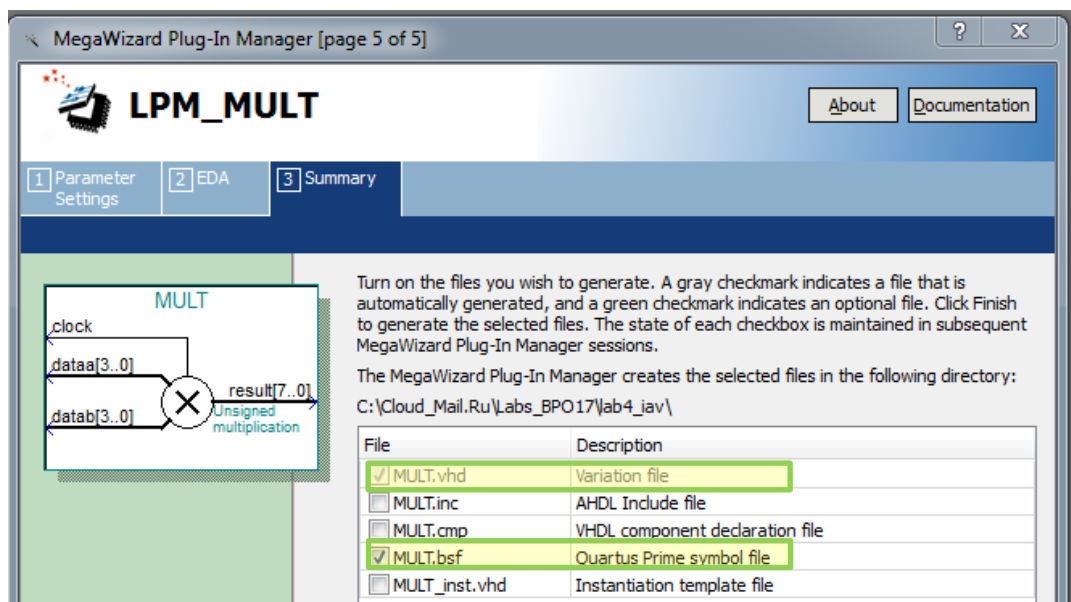

Рис. 20 Окно настройки экземпляра выбранного компонента (page 5)
5.7. В появившемся окне “**MegaWizared Plug-In Manager [page 5 of 5]**” выберите создаваемые файлы, как на рис. 20. Далее «**Finish**». Экземпляр умножителя **MULT** создан.